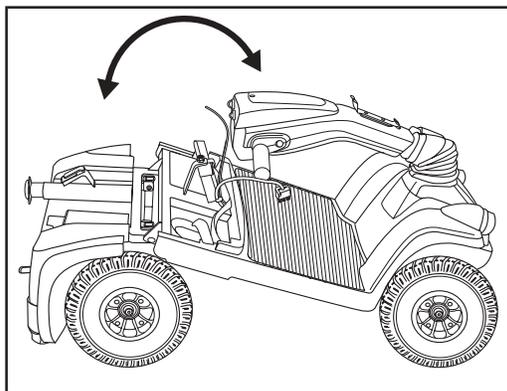

Figure 20. Positionnement du châssis
1. Poussez le mât du siège vers l'arrière pour pivoter la section arrière vers l'arrière jusqu'à ce que la section soit à la verticale sur son pare-choc. Voir la figure 20.
3. Tenez le mât du siège pour faire pivoter la section arrière vers l'avant jusqu'à ce que les ergots soient complètement insérés dans les fentes d'assemblage. Voir la figure 20.